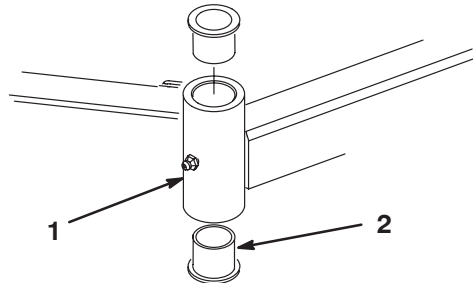

Figure 80
4. Insérez un chasse-goupille dans le haut ou le bas du tube de montage et chassez la bague hors du tube (Fig. 80). Chassez ensuite l'autre bague. Nettoyez l'intérieur des tubes de montage.